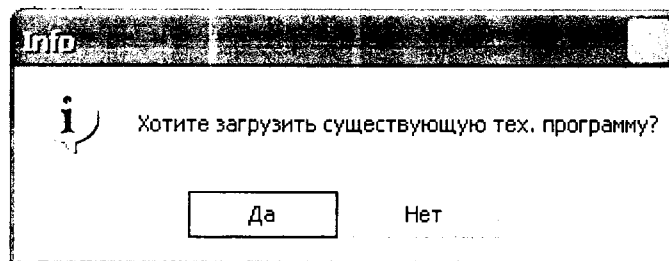

Рисунок 4 - Диалоговое окно
6.4.2.16 При открытии рабочего окна «Контроль» на его фоне появится диалоговое окно (рисунок 4), необходимо сделать выбор: загрузить ранее сформированную технологическую программу или создать новую.